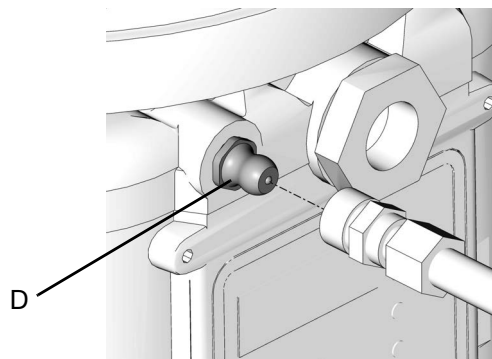

ABB. 22
- Reinigen Sie die Einlassverschraubung (D) (ABB. 22) vor dem Befüllen des Behälters immer mit einem sauberen, trockenen Tuch. Schmutz und/oder Schmutzteilchen können die Schmiermittelpumpe und/oder das Schmiersystem beschädigen.